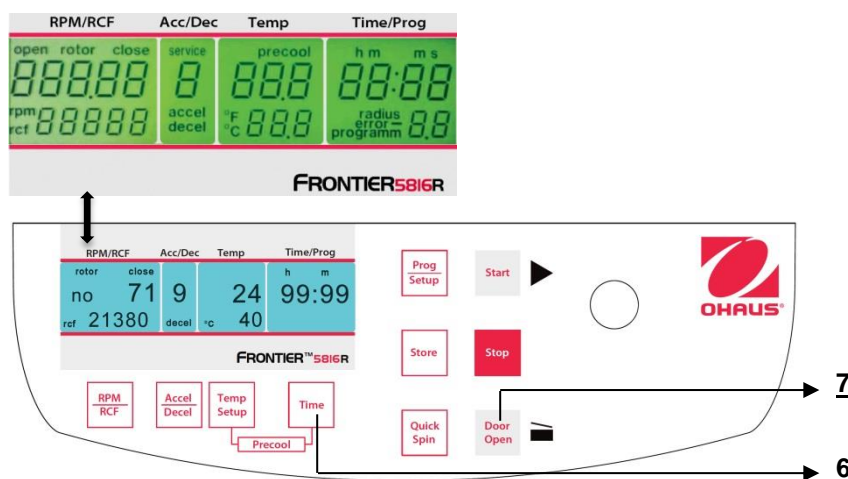

Figura 29
Mentre la centrifuga è disconnessa, premere simultaneamente i tasti **"Time"**(6) e **"Door Open"** (7) e accendere l'interruttore principale della centrifuga. Adesso, rilasciare entrambi i tasti e - per effetto di ciò - viene eseguita una prova del display per circa 5 secondi. Tutti gli indicatori appariranno allo stesso tempo (Vedere figura 29).